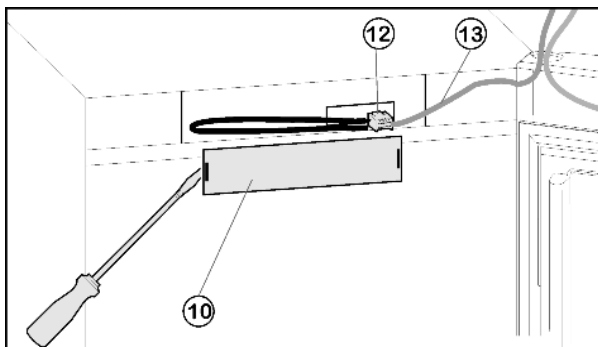

Fig. 4
- ▶ Снимите переднюю накладку Fig. 4 (10) с помощью плоской отвёртки.
- ▶ Снимите контакт и извлеките разъём Fig. 4 (12).
- ▶ Высвободите из направляющей серый кабель Fig. 4 (13).
- ▶ Снова установите разъем Fig. 4 (12).
- ▶ Снова установите крышку Fig. 4 (10).